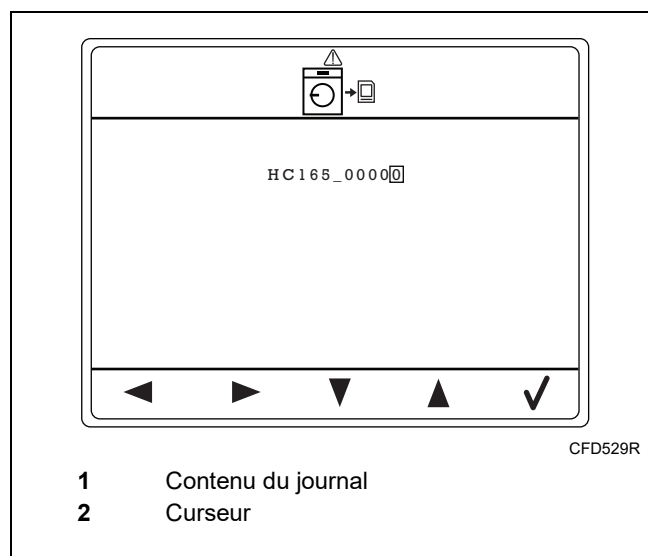

Figure 49
Le contenu du journal s'affiche comme suit. Se reporter à la Figure 49. Le nom du fichier peut être modifié, le cas échéant.
1. Déplacer le curseur à l'aide des touches sous les icônes Gauche/droite pour sélectionner ou ajouter une lettre ou un chiffre. Se reporter à la Figure 49.
2. Changer les lettres et les chiffres à l'aide des touches sous les icônes Haut/bas. Se reporter à la Figure 49.
3. Appuyer sur la touche sous l'icône Le crochet pour sauvegarder les données sur la carte de données. Se reporter à la Figure 49.